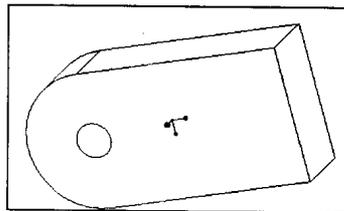

图1-8 生成左侧实体
1. 生成左侧实体。利用【Protrusion】>【Extrude】命令和【Cut】命令生成左侧的实体，如图 1-8 所示，具体步骤略。